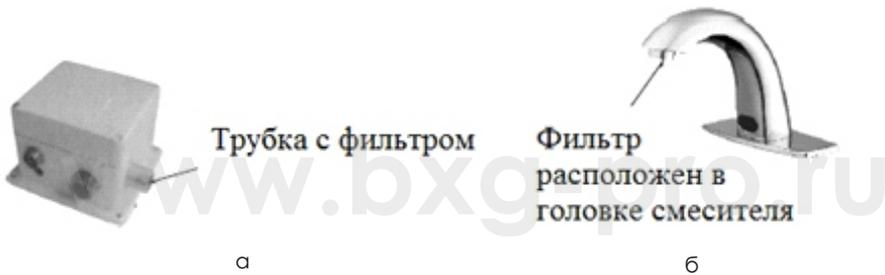

Рисунок 5
1. Отключите воду, вытащите входной конец трубы с фильтром (Рисунок 5.а).
3. Вытащите фильтр, расположенный в головке смесителя (Рисунок 5.б).